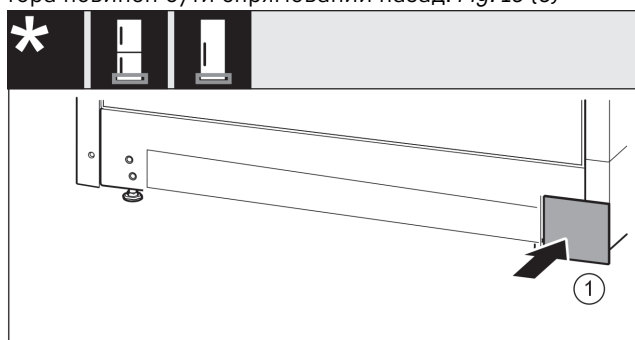

Fig. 14
- ▶ Знову одягнути кришку з іншого боку. Fig. 14 (1)